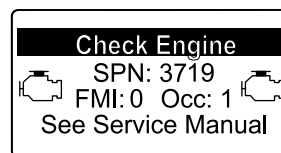

Figura 55
- Advertencia del motor SPN 3719, FMI 0 (Figura 55)